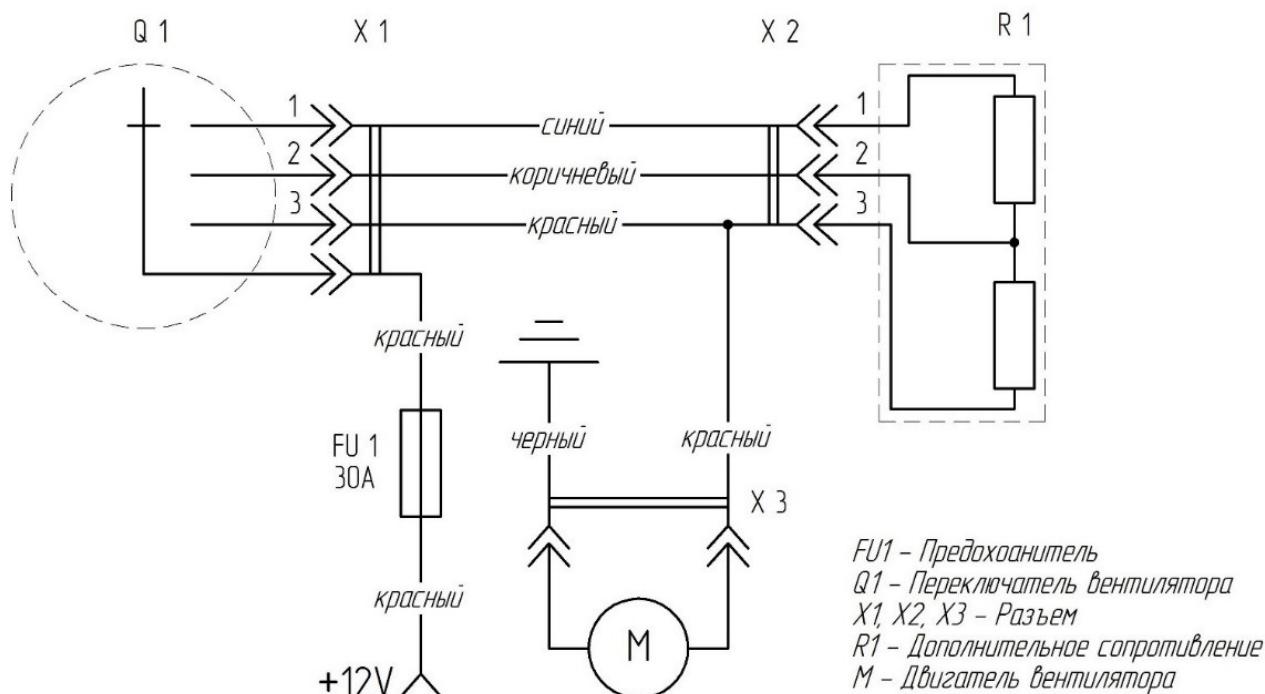

Рис. 8
19. Установить шланги из комплекта, подводящие охлаждающую жидкость к отопителю, подсоединить и зафиксировать скобой из комплекта трос управления краном отопителя, как показано на рис. 8. Избегать резких перегибов при прокладке шлангов и троса;
21. Установить шланги обдува ветрового стекла, как показано на Рис. 8. При необходимости надрезать край гофры для удобства её установки в корпус отопителя;